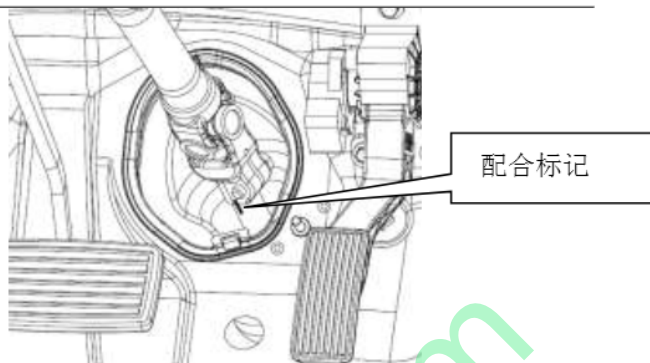

图 16
① 在中间轴下端与转向器输入轴配合处做好配合标记，如图 16 所示。
② 此时可以套上转向盘转动，使螺栓处于方便操作的位置，松开螺栓，拔出中间轴。